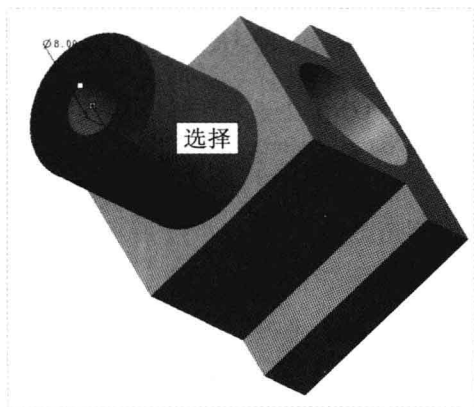

图 16-8 选择放置参考
Step 07 在“模型”选项卡中,单击“工程”面板中的“孔”按钮 ,弹出“孔”选项卡,按住【Ctrl】键的同时,在绘图区选择 A_1 轴和模型上合适的表面为放置参考,如图 16-8 所示。